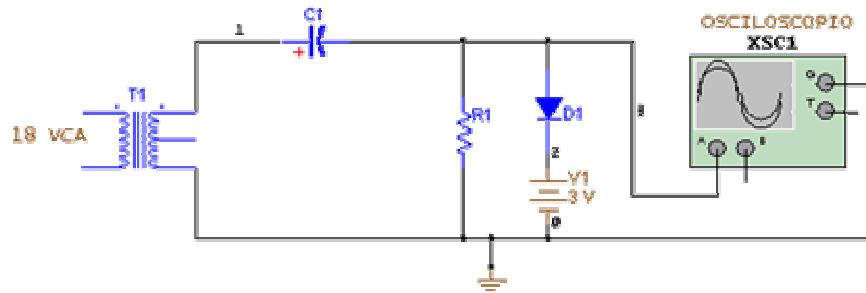

Figura 4
- a) Construya el circuito de la figura 4, verificando la polaridad correcta del capacitor y del diodo como se muestran.